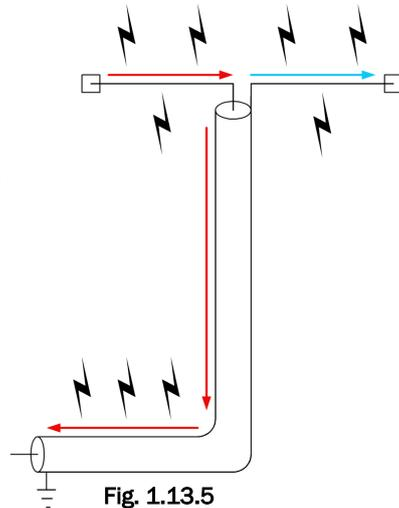

Fig. 1.13.5
È ben spiegato in Antenne e Linee di N.Neri (I4NE) vol.1, ed. C&C Faenza, sull'ARRL Antenna Book e su Wikipedia (tanto inglese che italiana) ed altri testi, per cui rimando direttamente alle letture già più volte richiamate anche in sito/bibliografia, limitandoci qui a qualche semplice cenno riferito ad alcuni modelli intuitivi. L'origine del problema delle correnti parallele insorge dal trovarsi un estremo della calza del cavo, a massa in stazione o comunque a terra pure se non vi fosse direttamente collegato (per la RF lo sarebbe sempre ugualmente, in forza dell'effetto capacitivo esercitato verso il suolo dagli apparati e dai loro eventuali supporti metallici o schermature, dal corpo di chi vi è prossimo e magari li manovra, e dal cavo stesso); ciò mentre all'altra estremità, collegata ad un capo del dipolo, per la simmetria di questo, è sempre comunque presente un potenziale RF non nullo verso la massa o la terra, in conseguenza del quale (4) si origina una corrente esterna al cavo scorrente sulla sua superficie, la quale niente ha che vedere col segnale da esso veicolato, che vi scorre invece all'interno. Il problema è facilmente risolvibile con un buon balun. Nella Fig. 1.13.4 osserviamo appunto come la presenza di una ddp tra il congiungimento del dipolo alla calza del cavo con l'altra estremità di questa a massa, dia origine ad una corrente (appunto del tipo parallelo) sulla superficie esterna della calza stessa, corrente che pur non interferendo in modo diretto su quella che percorre l'interno del cavo, non incontrando ostacoli di sorta ne percorre appunto la superficie esterna della calza per tutta la sua lunghezza. Nella Fig. 1.13.5 abbiamo un balun a linea di ritardo (*delay line balun*); notiamo come la presenza del tratto ricurvo di linea avente una lunghezza tassativamente pari ad  $\frac{1}{2}$  della lunghezza d'onda (5) alla frequenza di lavoro, fa sì che all'altra estremità di detto tratto sia presente un segnale avente polarità esattamente opposta, il quale applicato all'altro morsetto del dipolo, fa sì che l'antenna sia correttamente alimentata (sebbene vi intervenga una trasformazione d'impedenza 1:4 che impone l'impiego di un dipolo particolare, del tipo ripiegato o *folded*); non essendovi continuità elettrica tra i morsetti d'antenna e la calza, pur in presenza di una ddp tra essi e la massa non può scorrere sulla superficie esterna del cavo alcuna corrente di tipo parallelo. La linea di ritardo può altresì essere arrotolata su sé stessa per contenerne l'ingombro qualora risultasse eccessivo. È altresì evidente come il dispositivo sia rigidamente vincolato ad una frequenza prefissata, non prestandosi quindi ad un impiego multibanda.